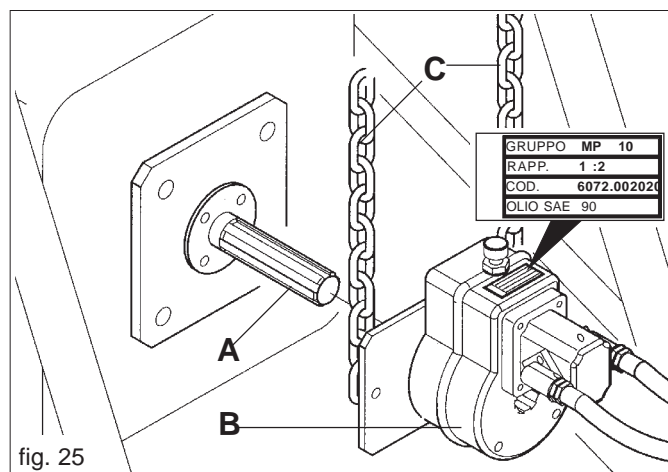

fig. 25
Con el motor apagado y el tractor bloqueado, conecte correctamente todas las conexiones rápidas. Limpie y engrase la toma de fuerza del tractor (A Fig. 25). Conecte el multiplicador (B Fig. 25) en la toma de fuerza del equipo, como muestra la Figura 25. Controle el correcto acoplamiento, bloquee la rotación del multiplicador con las cadenas suministradas de serie (C). **Controle el nivel de aceite en el multiplicador y, si fuera necesario, añada aceite (ESSO SAE W80-90).** Ponga en marcha el tractor y accione la instalación al ralenti por algunos minutos, haciendo que la presión sea constante en todo el circuito, para evitar la inestabilidad del soplador. Haga que el soplador llegue al número de revoluciones que corresponde a la condición de trabajo (Tabla 5).